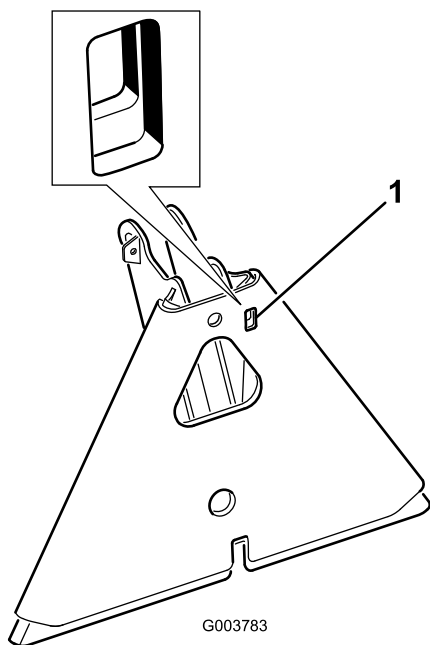

Figura 16
**Nota:** Si el adaptador del accesorio se adhiere al adaptador de la unidad de tracción, introduzca una palanca o un destornillador en la ranura para separar las piezas (Figura 16).